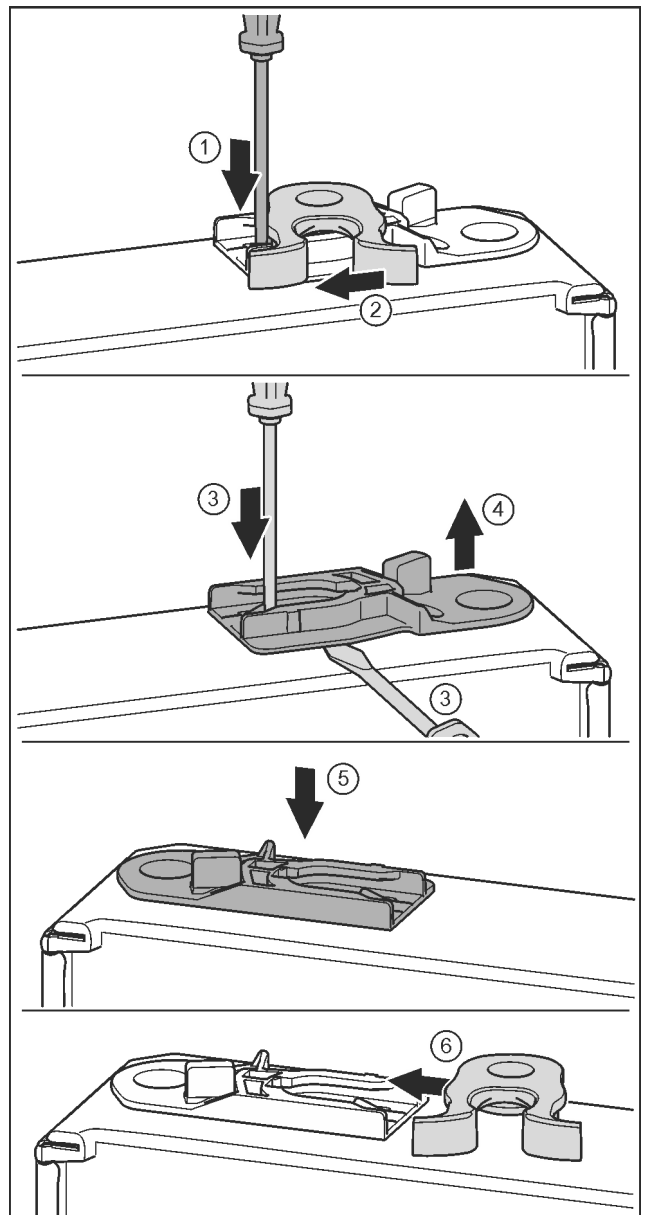

Fig. 34\*
- ▶ Lasche mit Schlitzschraubendreher nach unten drücken.\* Fig. 34 (1)
- ▶ Schließhaken aus Führung ziehen.\* Fig. 34 (2)
- ▶ Führungsbuchse herausziehen: Lasche mit Schlitzschraubendreher drücken und gleichzeitig mit Schlitzschraubendreher unter Führungsbuchse fahren.\* Fig. 34 (3, 4)
- ▶ Im Lieferumfang beiliegende Führungsbuchse auf anderer Gehäuseseite einschieben.\* Fig. 34 (5)
- ▶ Schließhaken in Führung schieben.\* Fig. 34 (6)